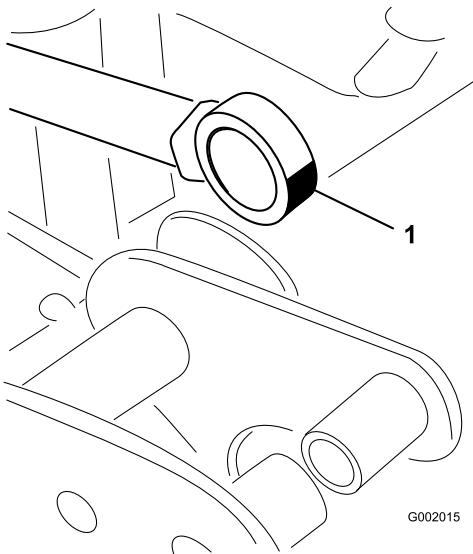

Bild 43
5. Drehen Sie das Lagerende der Aktuatorstange und schmieren Sie Schmiermittel in das Lager (Bild 43). Wischen Sie überflüssiges Fett ab.